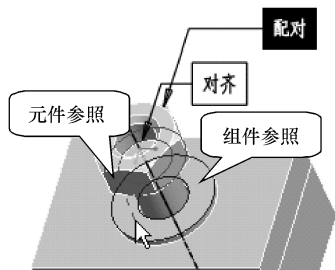

图 9-58 定义配对约束
(5) 在【放置】下滑面板的【集】列表中单击【新建约束】，【集】列表中弹出第 2 个约束，在【约束类型】下拉列表框中选择【配对】选项。
(6) 在图形区选取螺母的下底面作为元件参照，选择垫圈的上表面作为组件参照，如图 9-58 所示。